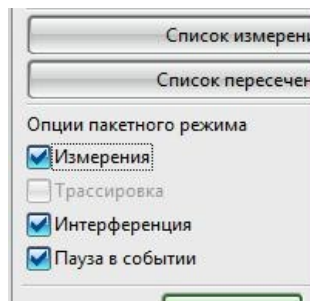

Рис.48
- И дополнительно в диалоговом окне *Анимация* нужно ещё включить переключатели **Интерференция**, **Пауза в событии**, и **Измерения** (рис.48).